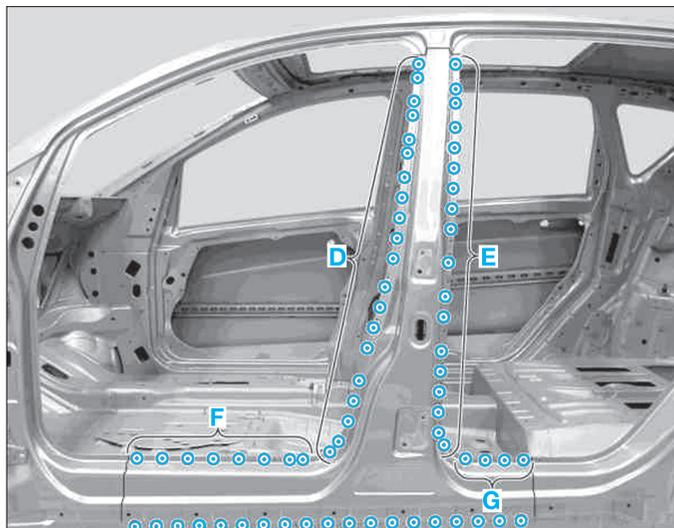

FIG. 61
- Fraiser les points de soudure dans les zones (D), (E), (F), et (G) (Fig.61).